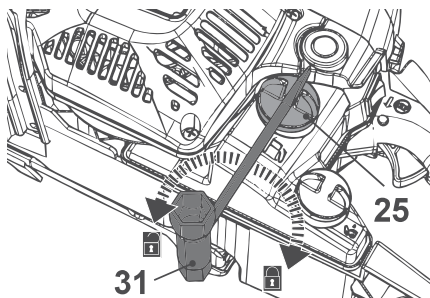

Fig. 14
**NOTA:** No mezcle nunca el combustible y el aceite directamente en el depósito del producto. Utilice una botella de mezcla de combustible (30) que contribuya a garantizar la correcta proporción de la mezcla. Agítela suavemente para garantizar que el combustible y el aceite se mezclen bien.
11. Desenrosque y deje a un lado el tapón del depósito de combustible (25) (Fig. 14).
13. Limpie el combustible derramado con una bayeta suave y vuelva a colocar el tapón del depósito de combustible (25). Utilice la multiherramienta (31) para apretar el tapón del depósito de combustible (25) correctamente (Fig. 14).